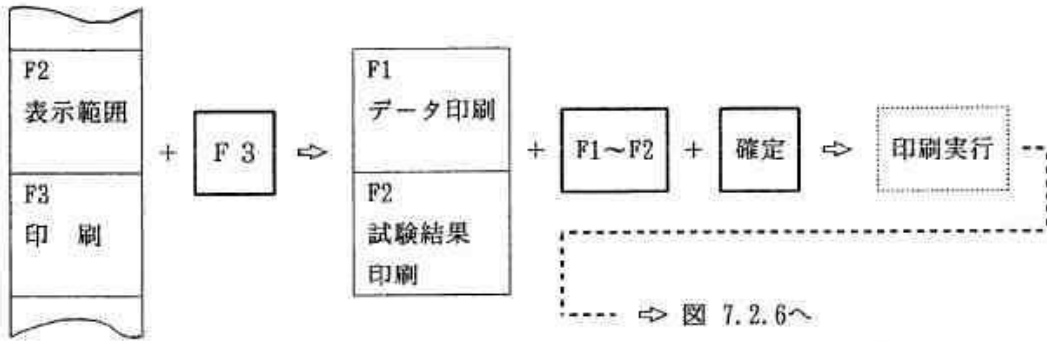

図 7.2.7 同じFFT結果表示様式での繰り返し印刷の方法
- ⑩ [F F T 結果印刷の繰返し] 印刷が終了するとメニューエリアには、表示中心周波数、表示範囲、印刷及び表示様式の選択メニューが表示されます。引き続き、同じ表示様式で印刷する場合には、図7.2.7 の通り、上で説明した操作手順を繰り返して下さい。なお、周波数分析結果のデータを連続的に採取する際に、基本表示のエコー高さを一定にする必要が生じる場合があります。この場合には、ゲインキーを1回押した後、選択キー [F 5] を1回押し、確定キーを1回押すとエコー高さが縦軸目盛の 80 % になるように自動的にゲインが調整されます。 [6. 2. 3 項参照]